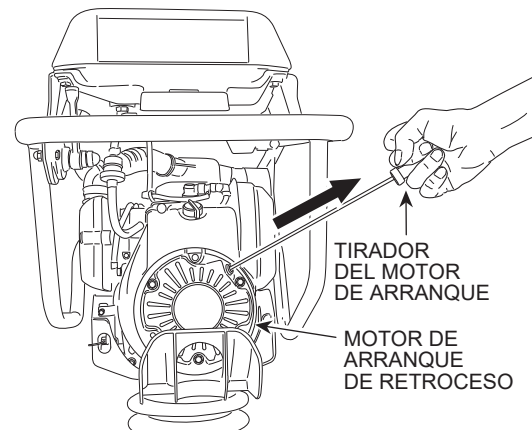

Figura 11. Motor de arranque de retroceso
4. Agarre el tirador de la cuerda del motor de arranque (Figura 11) y tire de él hasta que sienta una ligera resistencia. Después tire de modo firme y rápido. Vuelva a colocar el tirador en la caja del motor de arranque antes de soltarlo.